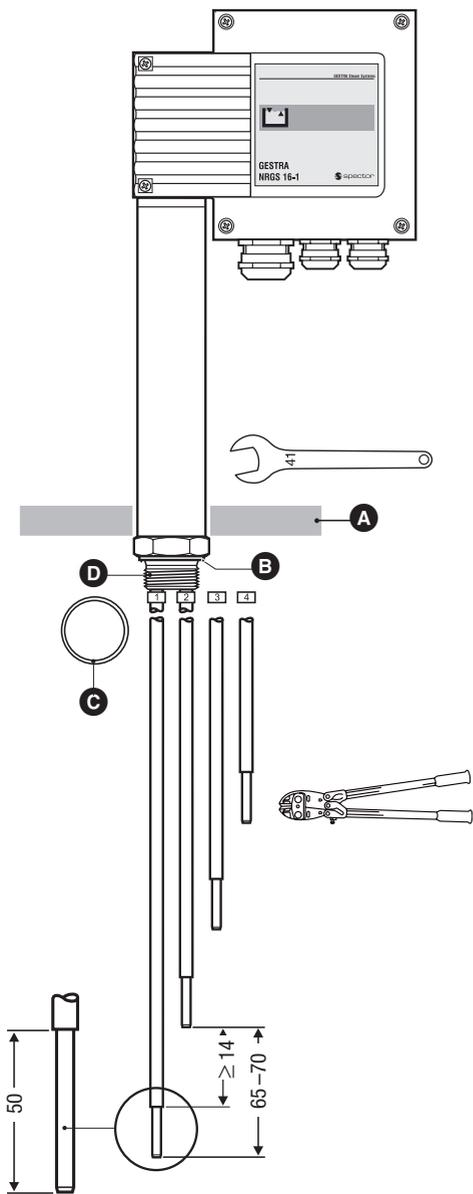

Fig. 3
1. Determinare le lunghezze degli elettrodi ed inserire i valori nella tabella sottostante. **Fig. 3**